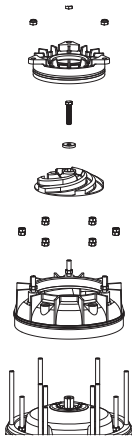

Bild 37: Montering av pumphjul, diffusor och slitskiva.
9.8 Pumphjul, diffusor och slitskiva (Bild 37, 38)